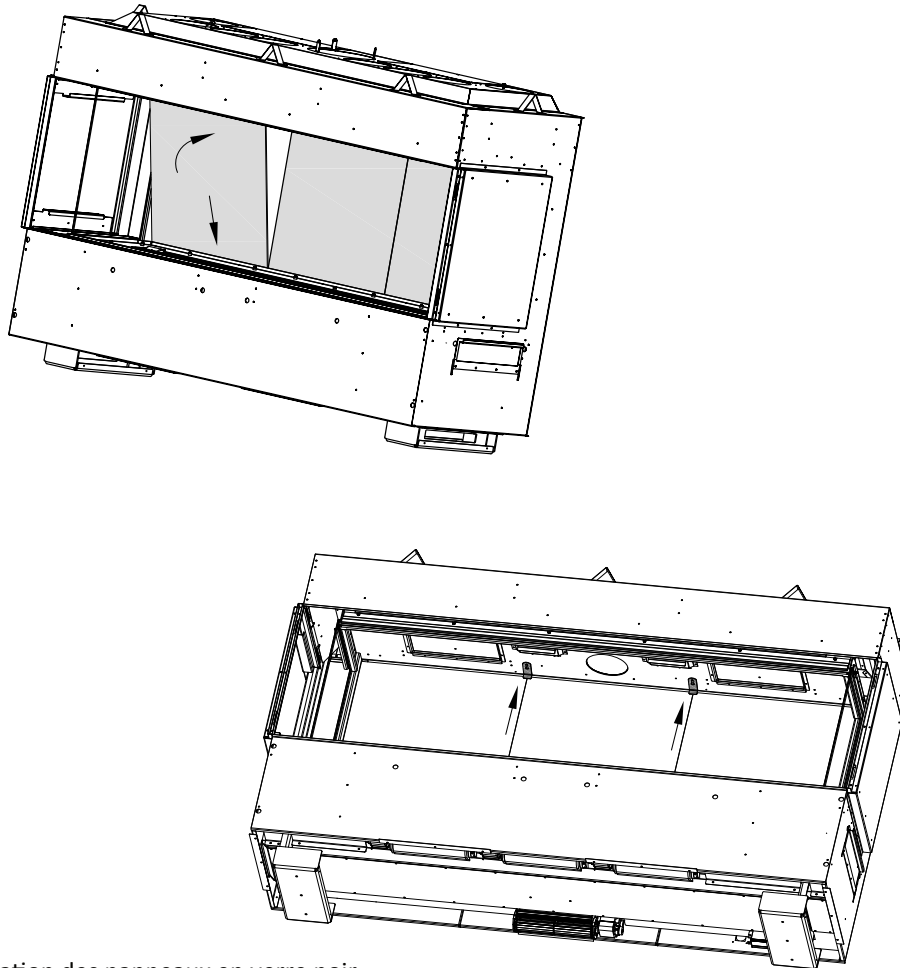

Figure 7.12 - Installation des panneaux en verre noir
2. Installez dans le foyer les (3) panneaux arrière intérieurs en verre noir. Ces trois panneaux sont de même format et sont donc interchangeables. Fixez-les avec (2) clips pour panneaux arrière intérieurs et (2) vis à métal, tel que montré à la Figure 7.12.